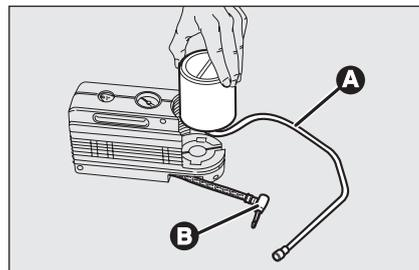

fig. 17
- disinserire l'innesto **B-fig. 17**;